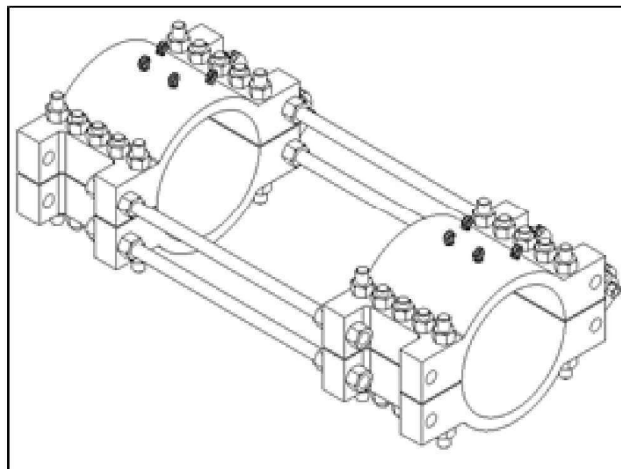

Figura 3
El anillo tipo abrazadera "Clamp+Ring" no está diseñado para ser izado como una sola unidad con los pernos pasantes colocados como se muestra en la Figura 3. El accesorio sólo debe izarse por mitades.
4. El anillo tipo abrazadera no está diseñado para ser instalado como una sola unidad con los pernos sujetadores colocados como se muestra en la figura 3. El accesorio debe instalarse una mitad del conjunto del anillo a la vez, sin los pernos de unión.